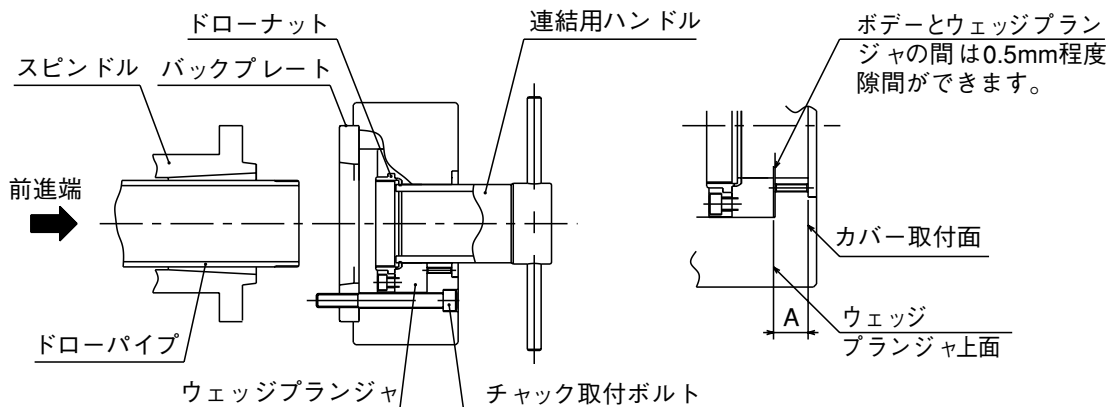

図22
- ・シリンダ前進端でのウェッジプランジャの適正位置は、図22の寸法Aが下表となる位置です。